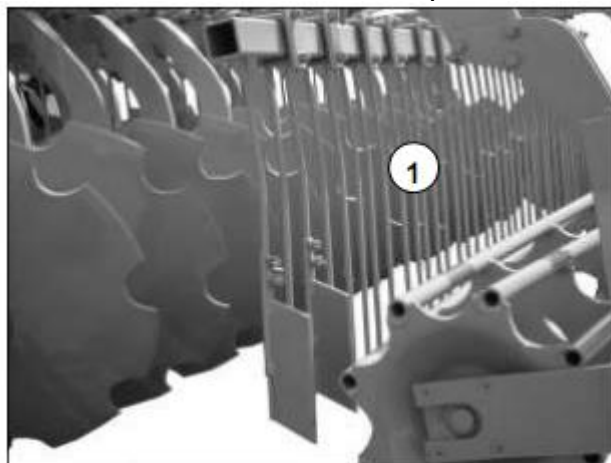

Рис. 6.11
Отбойная сетчатая борона (1) рис. 6.11 регулируется по расстоянию до сферических дисков, по высоте и по положению угла наклона. Чем глубже и ближе она находится к сферическим дискам, тем больше выравнивающий эффект.